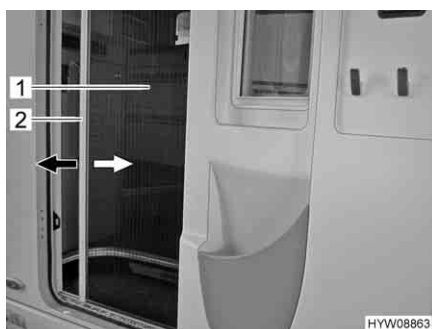

Fig. 24 Protezione contro gli insetti
- Afferrare la barra di presa (Fig. 24,2) con entrambe le mani ed estrarre con movimento uniforme la protezione contro gli insetti (Fig. 24,1) dall'alloggiamento della porta.
- Afferrare la barra di presa (Fig. 24,2) con entrambe le mani e spingere la protezione contro gli insetti (Fig. 24,1) nell'alloggiamento della porta esercitando una leggera pressione.